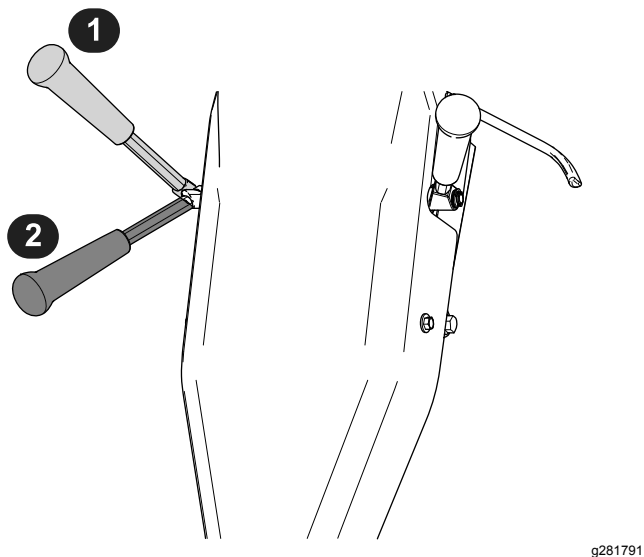

図 14
- 走行レバーを入れるレバーを下げて 入位置にする 図 14。
- 走行レバーを切るレバーを上げて 切位置にする 図 14。